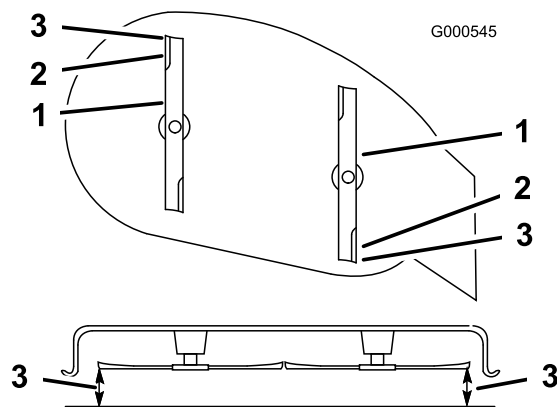

Bild 46
9. Stellen Sie die Schnitthöhe auf die Stellung **D** (76 mm) und drehen Sie die Messer vorsichtig, sodass sie nach vorne und hinten zeigen (Bild 46).
10. Messen Sie zwischen der Messerspitze vorne und hinten und der ebenen Fläche (Bild 46). Stellen Sie, wenn die vordere Schnittmesserspitze nicht um 1,6 – 7,9 mm tiefer liegt als die hintere, die vorderen Sicherungsmuttern ein.